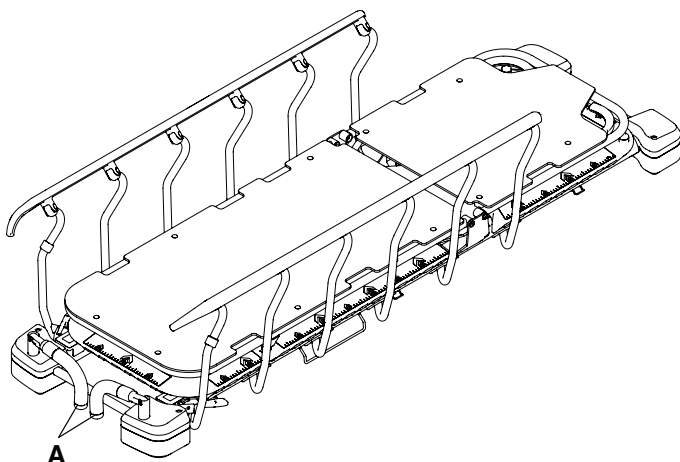

**Figura 10 – Plierea manetelor de împingere de la capătul pentru picioare**
4. Inversați pașii pentru a plia manetele de împingere de la capătul pentru picioare (A) (Figura 10).